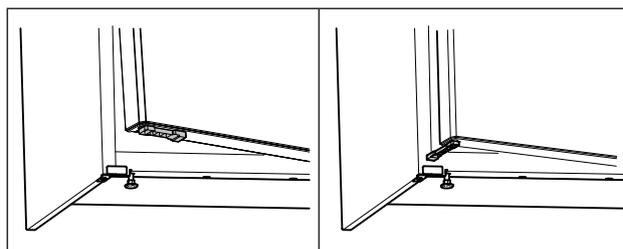

Fig. 70 *
- ▶ Okrenite graničnik otvaranja vrata za 90°. (pogledajte Fig. 70) *